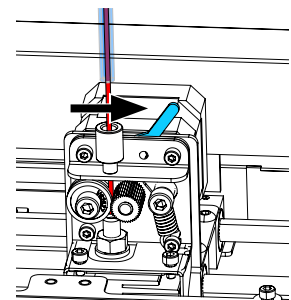

Abb. 27
- ⇒ Legen Sie nun den Hebel des Extruders nach rechts (Abb. 27)